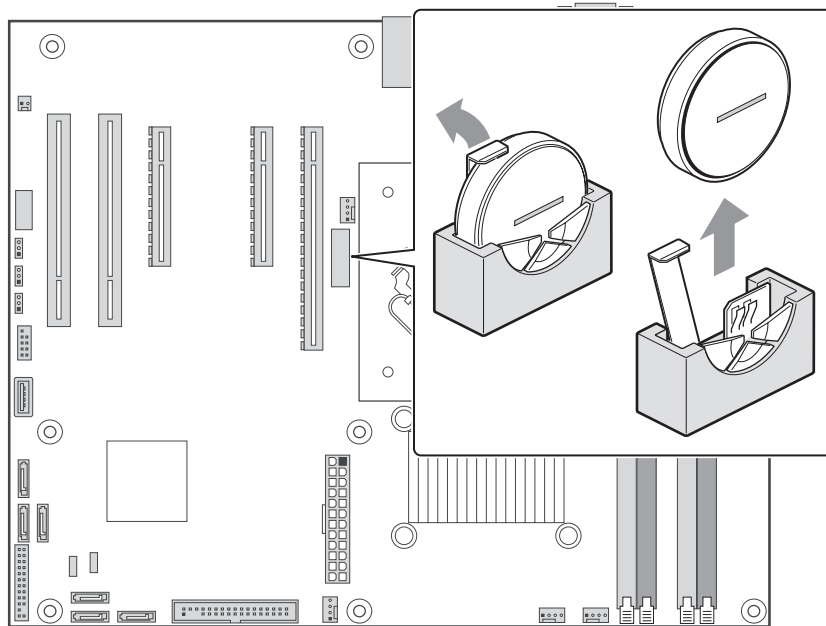

Abbildung 6. Entfernen der Batterie
5. Lösen Sie die Halterung der Batterie (siehe Abbildung 6).